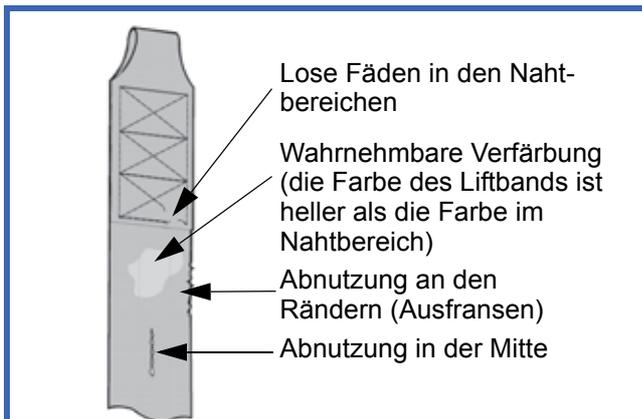

Abb. 53
- 2) Das Band auf Anzeichen von Verschleiß oder Verfärbung kontrollieren. (siehe Abb. 53).